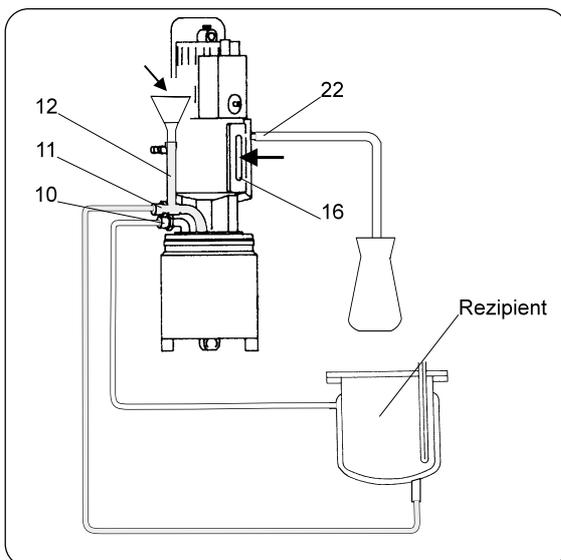

Bild 5
Beim Füllen Thermostaten höher als Rezipienten aufstellen oder aufhängen. (Siehe hierzu Bild 5, Seite 10). Erst nach vollständiger Befüllung mit Wärmeträgerflüssigkeit und bei geschlossenem Wärmeträgerflüssigkeitskreislauf kann der Thermostat tiefer als der Rezipient aufgestellt werden. Der Wärmeträgerflüssigkeitsstand muß dabei immer oberhalb des Druckanschlusses (11) liegen. Thermostaten nicht abdecken, der Elektromotor benötigt Kühlluft, es besteht Brandgefahr.
Siehe hierzu Bild 5, Seite 10